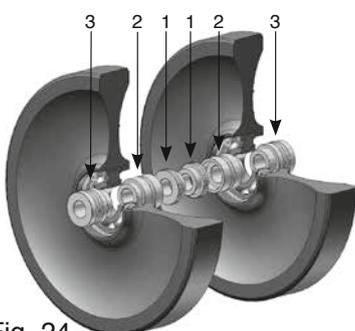

Fig. 24
- Montage version C : roue largeur 29mm en double ligne, interligne 70mm (fig. 24).
- Version C assembly : 29mm wide wheel in double line, interline 70mm (fig. 24).
- Montage Version C : Rad Breite 29mm in verdoppelt Linie, Zwischenraum 70mm (Abb. 24).
- Montaje versión C : rueda anchura 29mm en doble línea, interlínea 70mm (fig. 24).